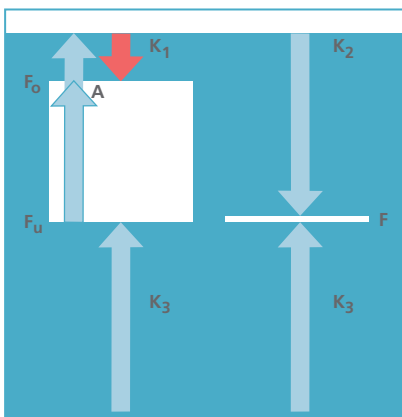
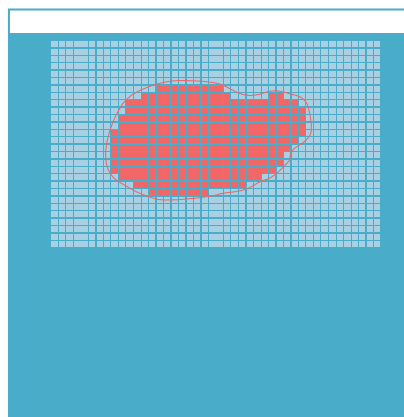

Abb. 1: Auftrieb
Abb. 2: Auftrieb
Ein Quader, dessen obere und untere Begrenzungsflächen F_O und F_U parallel zur Wasseroberfläche ausgerichtet sind, sei - wie in Abbildung 1 zu sehen - ganz in eine Flüssigkeit eingetaucht. Auf die Fläche F_O drückt als Kraft K_1 das Gewicht des über dem Quader stehenden Wassers. Die rechts neben dem Quader skizzierte Fläche F ist die fiktiv nach rechts auf gleicher Höhe verschobene Fläche F_U der Quaderunterseite. Auf sie drückt von oben das Gewicht K_2 der über ihr stehenden Wassersäule. Da der Druck in einer Flüssigkeit *allseitig* ist, drückt auf dieselbe Fläche F von
2. Dass das Archimedisches Prinzip auch für einen unregelmäßigen Körper (vgl. Abbildung 2) gilt, sieht man ein, indem man ihn ganz fein (und immer feiner) durch die Vereinigung kleiner Würfel ausschöpft. Diese bilden dann zusammen viele schmale quaderförmige Säulen, für die man jeweils genau so argumentieren kann wie für den Quader aus Abbildung 1.